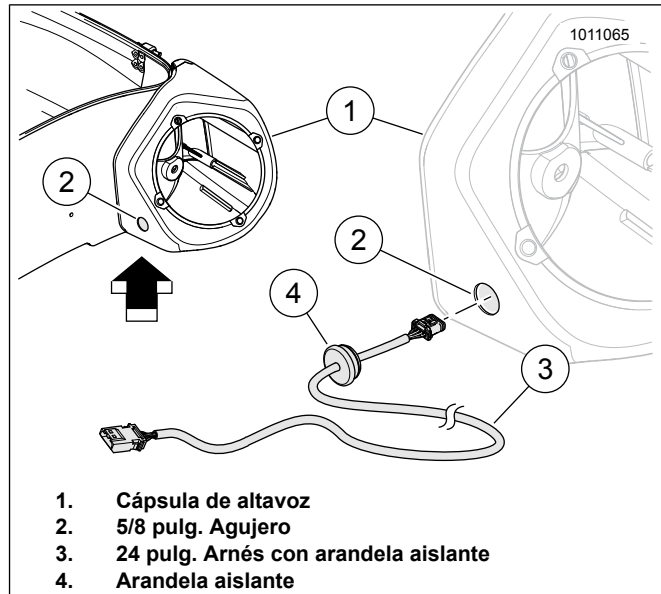

Figura 16. Cápsula de altavoz izquierdo
Consulte la Figura 16. Haga un agujero (2) de 16 mm (5/8 pulg.) en cada cápsula de altavoz (1), aproximadamente donde se muestra.
9. Deslice la arandela aislante (4) alrededor de 15 cm (6 pulg.) del extremo del arnés (3).
10. Inserte el extremo macho del arnés en la arandela aislante (4). Presione la arandela aislante (4) dentro del agujero iniciando primero un borde ahusado de esta hacia el agujero. Correctamente instalado, el exterior de la arandela aislante debe asentarse contra el exterior de la cápsula de altavoz. Presione alrededor del perímetro de la arandela aislante para asentarla en su lugar.